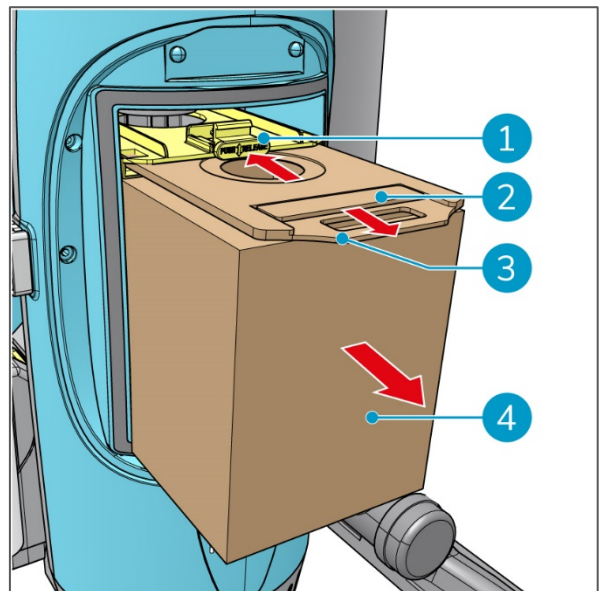

Figura 9
4. Carregue no botão amarelo (Figura 9, posição 1) para soltar o saco de pó.
5. Puxe a pega de cartão (Figura 9, posição 2) para remover o saco de pó (Figura 9, posição 4).
6. Puxe a etiqueta de cartão (Figura 9, posição 3) para selar o saco de pó.